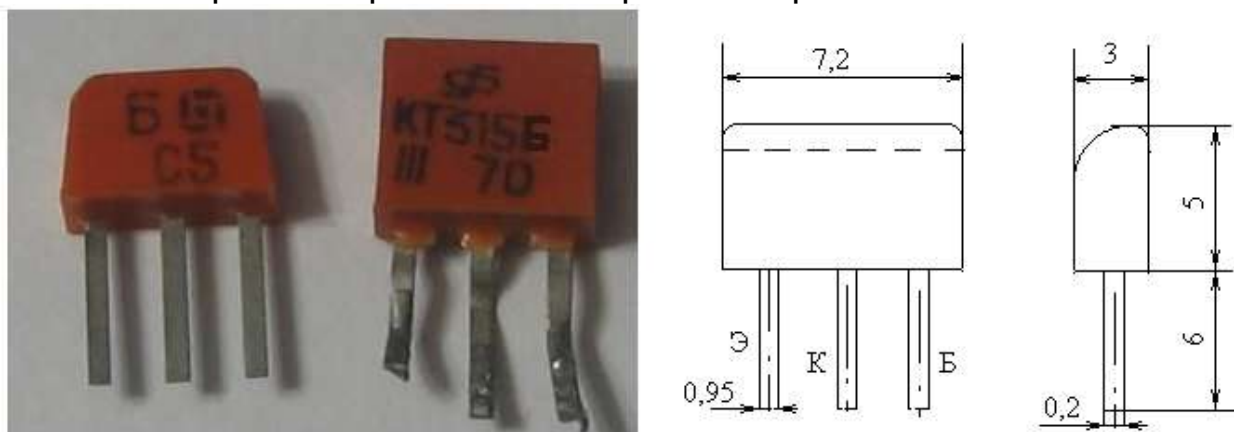

Рис. 19 Транзистор КТ315Б
- 7.1 Транзистор КТ315Б изображен на рис. 19.